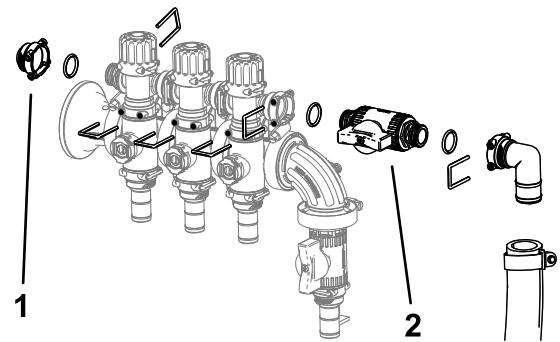

図 6
5. 先ほど外したリテーナを使って、バイパス調整アセンブリ、メスのキャップ、Oリング、シャットオフバルブ、フィッティングホースアセンブリを図6のように取り付ける。